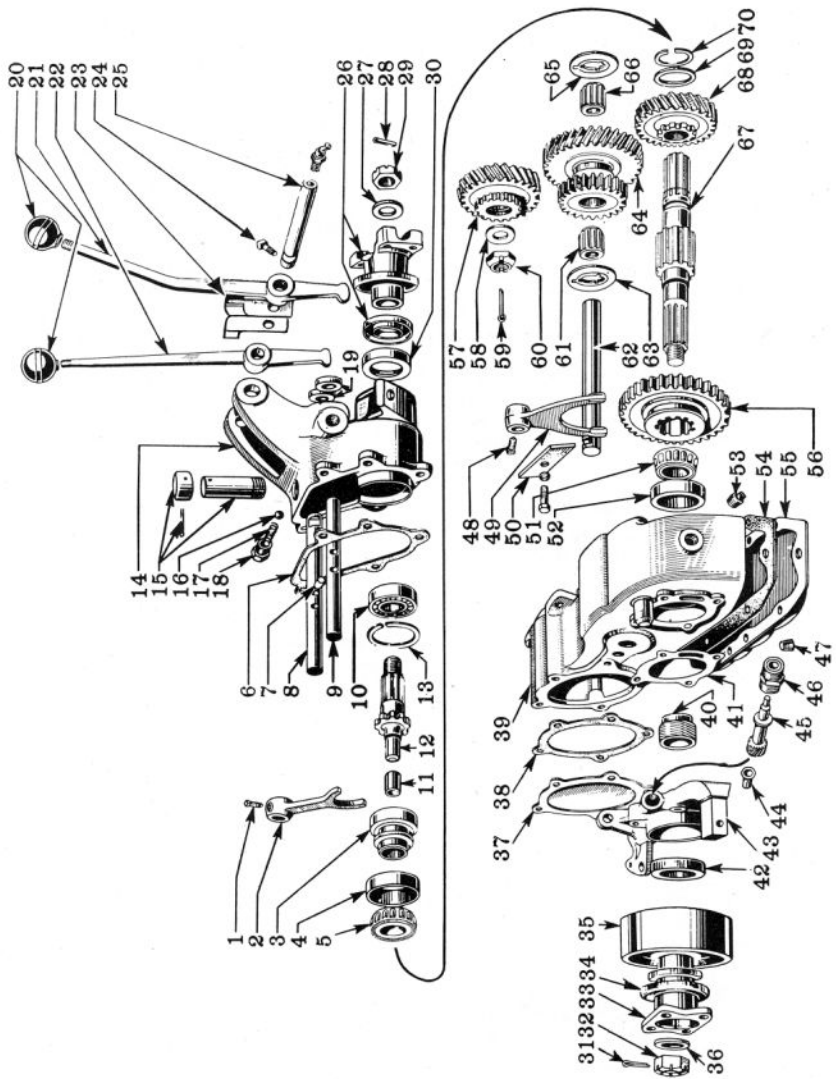

FIGURE 3.—Boîte manuelle de vitesses.
2. Enlever les vis et rondelles de fixation du couvercle inférieur No. 55, figure 3.